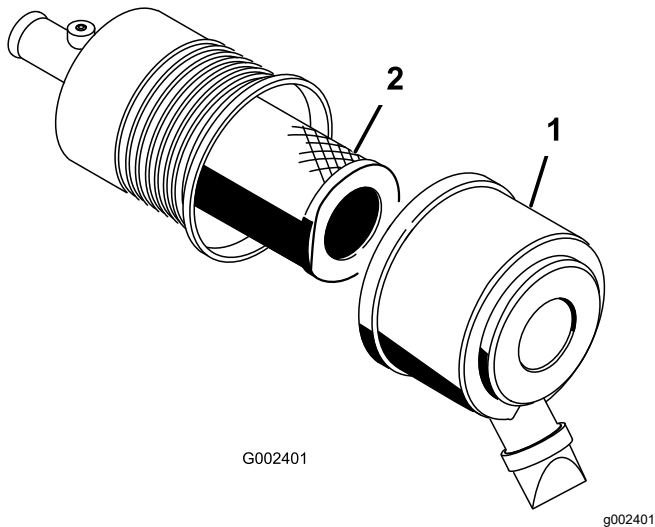

図 43
1. エアクリーナのラッチを外し、ボディーからカバーを抜き出す 図 43。
3. エアクリーナのボディーから、フィルタをしずかに引き出す (図 43)。
5. フィルタをゆっくり押し込むようにしてボディチューブに取り付ける 図 43。
6. 上下方向を間違えないように、エアクリーナカバーを正しく取り付け、ラッチを掛ける 図 43。